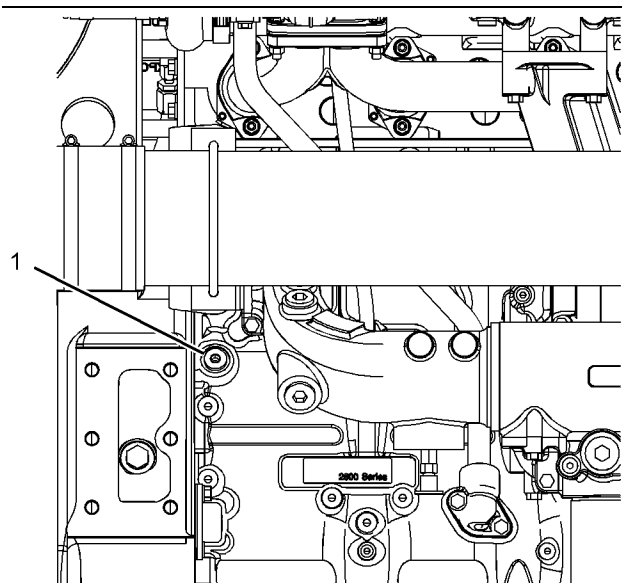

图 28
拆下图 28 中所示的塞，以便连接至发动机机油系统。所需的连接为 9/16" x 18 tpi。确保使用正确的机油技术规格，请参阅本操作和保养手册，油液建议，了解更多信息。润滑发动机内部表面后，拆下接头并安装塞 (1)。拧紧螺塞至扭矩 30 N·m (265 lb in)。Perkins 建议必须在至少 10° C (50° F) 的环境温度下执行该步骤。